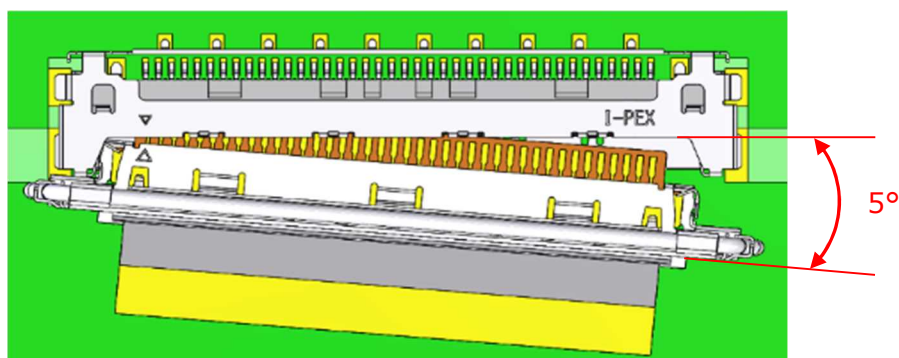
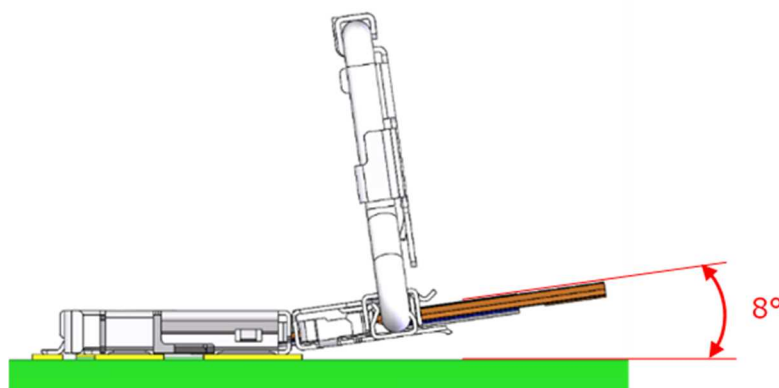

図 4 水平方向 挿入角度
図 5 垂直方向 挿入角度
② 水平方向の挿入角度は 5° 以内(図 4)、垂直方向の挿入角度は 8° 以内(図 5)とし、PLUG がコネクタに対しまっすぐになるまでは挿入方向に過度な荷重は加えずに仮挿入を行う。